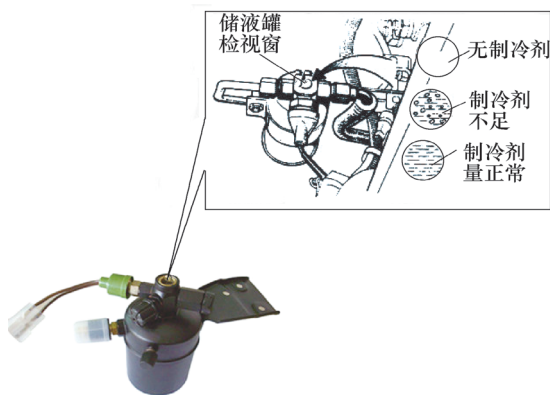

图 3-12 通过观察窗查看制冷剂
2) 经常或定期通过观察窗查看制冷剂的流动情况(图 3-12)。